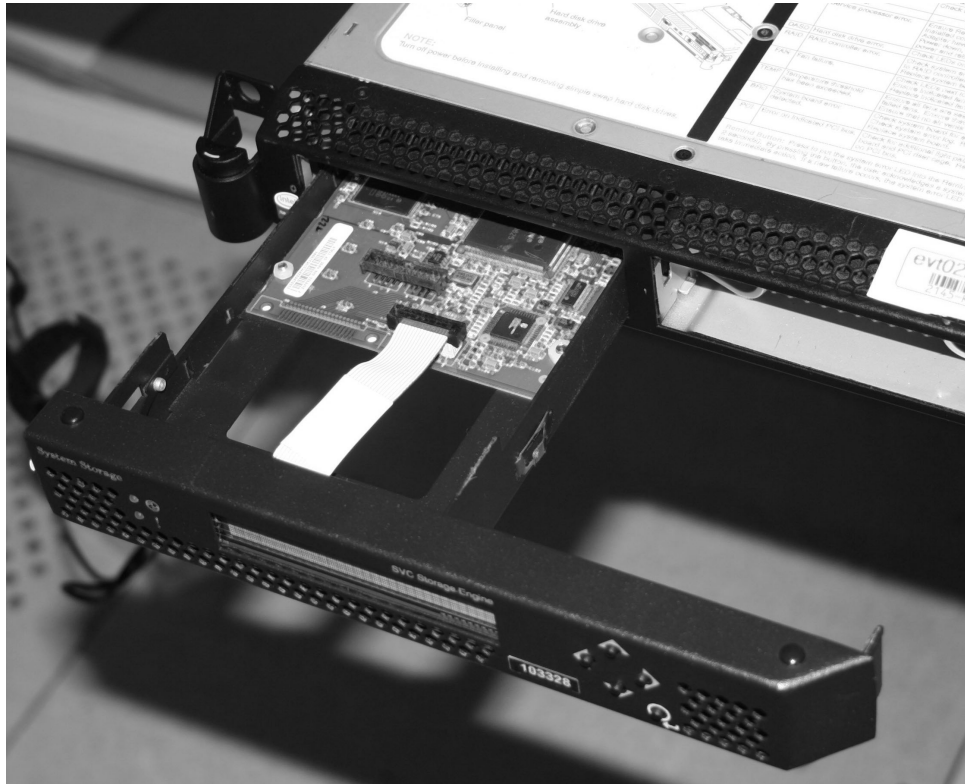

図 84. SAN ボリューム・コントローラー 2145-8G4 からのサービス・コントローラーの取り外し
6. この解放ボタンを押すのを止めて、110 ページの図 84に示すように、サービス・コントローラーを完全にフレームから引き出すことができます。